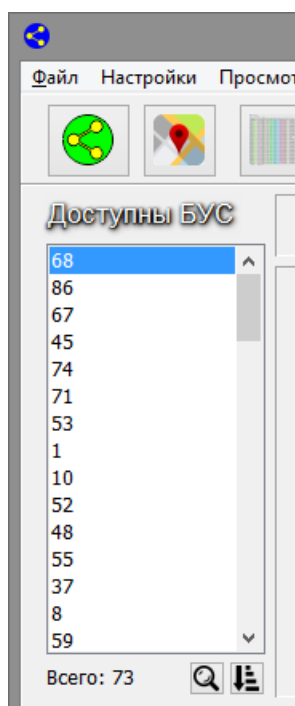

Рисунок 8 – Список доступных БУС
«LoRaWAN» (рисунок 8). В списке отображают серийные номера БУС в порядке приема их радиопакетов LoRa.
11.8.1 Выбрать в списке доступных БУС (слева в главном окне) требуемый БУС по серийному номеру (рисунок 8). Данные БУС отображаются в поле «Состояние» на главном окне (рисунок 17).